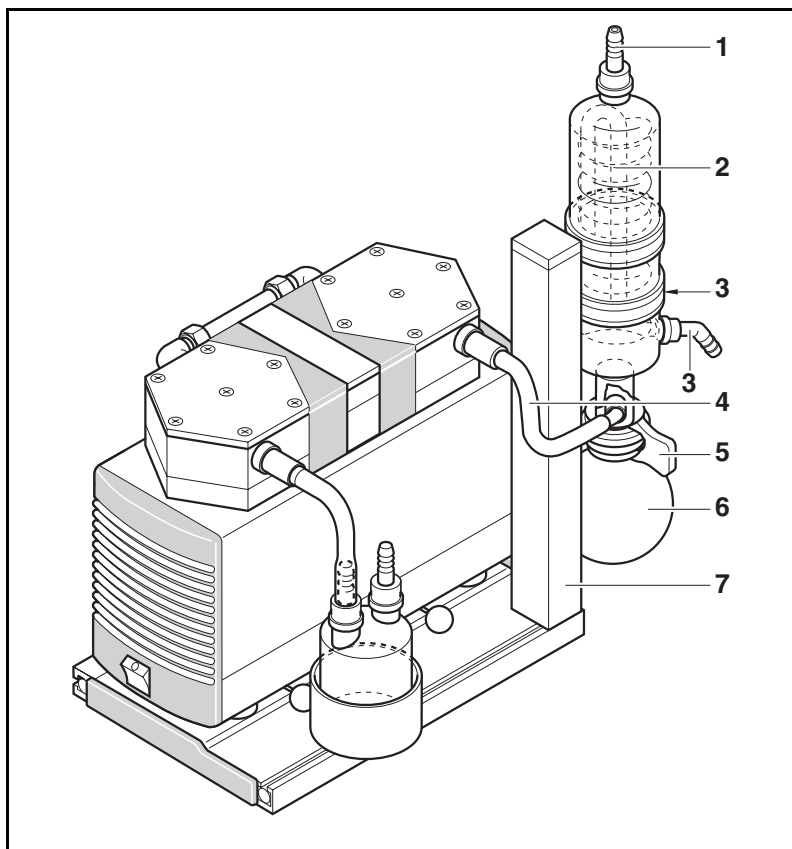

Fig. 7: Condensador de alto rendimiento (en la figura el sistema LABOPORT SH en el ejemplo de una bomba N 840.3 FT.18)
1. Insertar el soporte de fijación del condensador de alto rendimiento (véase Fig. 7/7) en la guía ranurada del soporte base que señala hacia arriba.